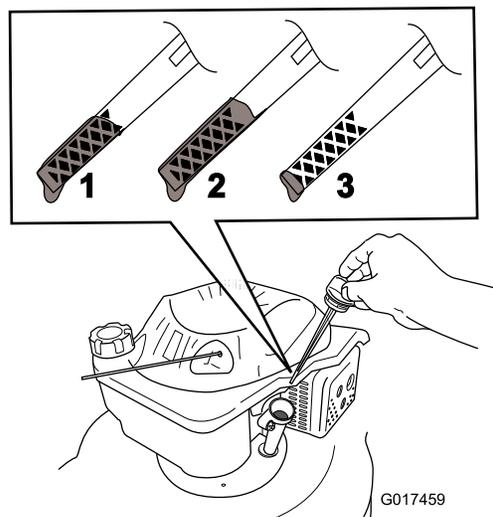

Figura 12
5. Retire la varilla y observe el nivel de aceite; consulte Figura 12.
2. Retire la varilla (Figura 12).